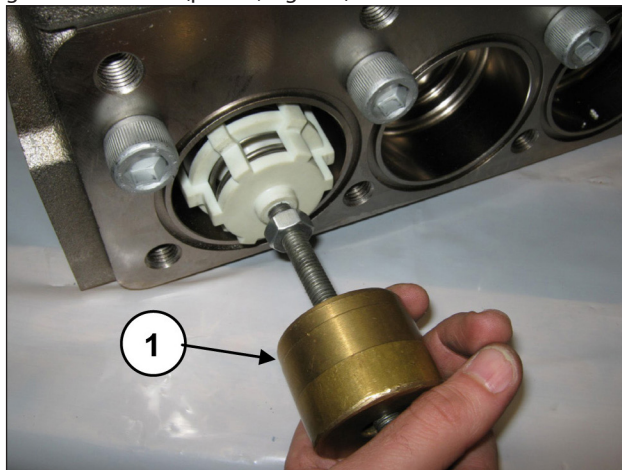

Fig. 138
Extraer el grupo de la válvula de aspiración introduciendo un extractor de percusión (cód. 27516400) en el orificio M10 de la guía de la válvula (pos. ①, Fig. 138).